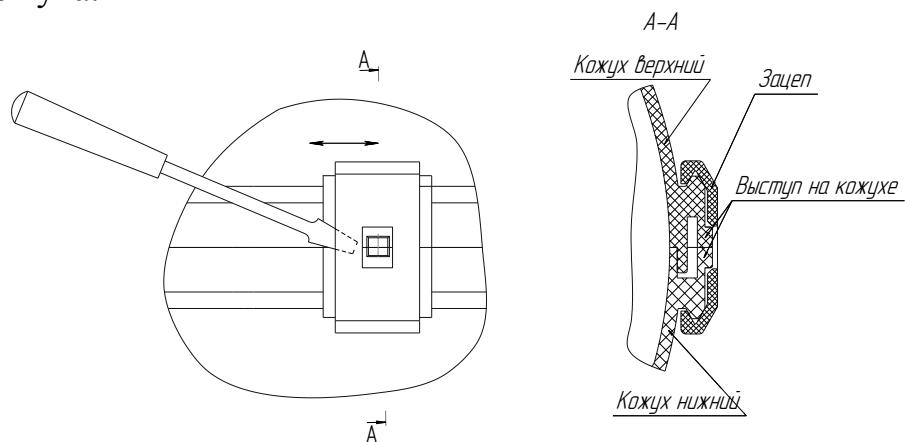

Рис.1- Снятие зацепа с корпуса нагревателя.
- a) снять зацепы. При снятии зацепа необходимо отверткой (с тонким жалом) отжать зацеп на величину высоты выступа на кожухе и сдвинуть вправо или влево относительно корпуса до полного снятия (рис.1);
- снять верхний и нижний кожухи (рис.1);